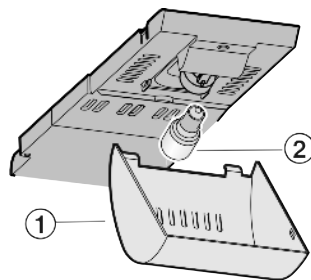

Fig. 16
- ▶ Kryt Fig. 16 (1) uchopte vpředu a vzadu vyhákněte.
- ▶ Žárovku Fig. 16 (2) vyměňte.
- ▶ Kryt Fig. 16 (1) zase nasadte.